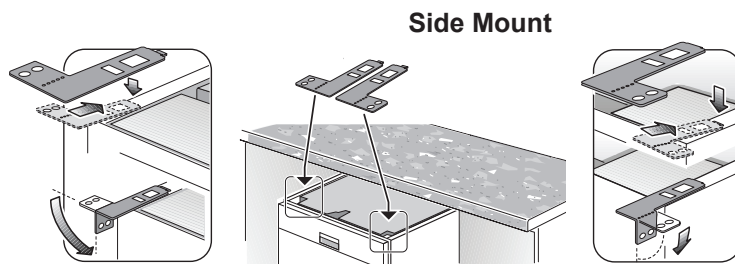

Figure 15
1. La fixation latérale est utilisée pour les plans de travail fabriqués en marbre, granite ou autres matériaux ne pouvant être percés facilement. Plier la fixation le long des petits trous et dans le même sens que les deux petites languettes. Orienter les fixations tel qu'il est illustré à la figure 15 et positionner les deux petites languettes sur les deux trous sur les coins avant du lave-vaisselle. Pousse les fixations pour insérer les languettes sur les fentes.